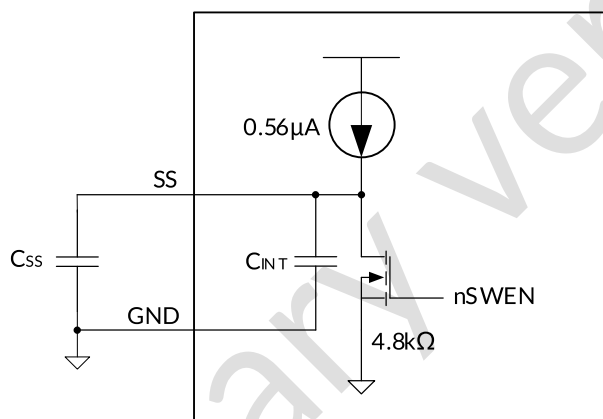

图 23. 输出电压斜坡时间 $t_{dV/dT}$ 由电容 $C_{dV/dT}$ 设定
RS2604 专为控制热插拔场景下的浪涌电流而设计，适用于将板卡插入带电背板或其他“热”电源时的工作环境。该设计能有效抑制背板供电电压的跌落，防止系统电源意外复位。通过受控软启动 (SS) 机制，还可消除传导性与辐射干扰。SS 引脚至 GND 的外接电容 (如图 23 所示) 决定着上电时输出电压的压摆率，其启动压摆率计算公式见公式 1: